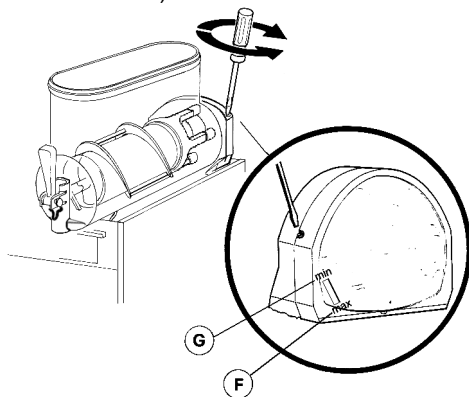

figura 3
- 1 - **Regulación de la densidad:** la densidad óptima del granizado ha sido ya ajustada en fábrica. Si se quiere variar dicha densidad girar con un destornillador el correspondiente tornillo de ajuste situado en cada una de las paredes posteriores del distribuidor (ver figura 3):